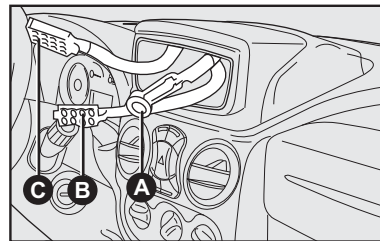

fig. 114
- Cabo e plugue de alimentação elétrica para o autorrádio **C-fig. 114**.
- Cabo e conector para a antena de teto **A-fig. 114**.
- Cabo e plugue para conexão dos alto-falantes **B-fig. 114**.
- Alto-falantes no painel de instrumentos **fig. 114**.
- Cabos e plugue para conexão dos alto-falantes **B-fig. 114**.
Instalar a antena na sede prevista para a mesma **fig. 118** retirando os tampões interno e externo e conectando o plugue ao autorrádio **A-fig. 114**.